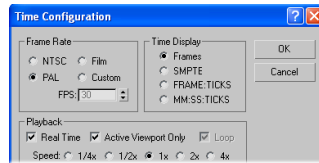

Abbildung 1.9: In der Time Configuration für die Frame Rate PAL einstellen.
2. In der Time Configuration für die Frame Rate PAL einstellen (vgl. Abbildung 1.9). Dahin gelangt man schnell, indem mit der rechten Maustaste auf ein Element der Animationssteuer-Element ein Kontextmenü ausgeklappt wird.